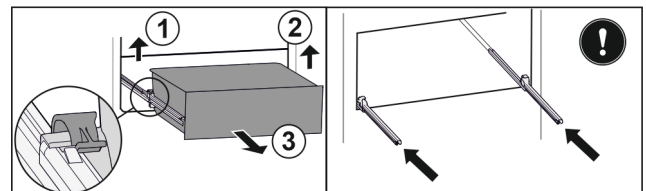

Fig. 108
- ▶ Linke Klemme anheben und gleichzeitig Schubfach links nach vorne ziehen. Fig. 108 (1)
- ▶ Rechte Klemme anheben und gleichzeitig Schubfach rechts nach vorne ziehen. Fig. 108 (2)
- ▶ Schubfach nach vorne entnehmen. Fig. 108 (3)